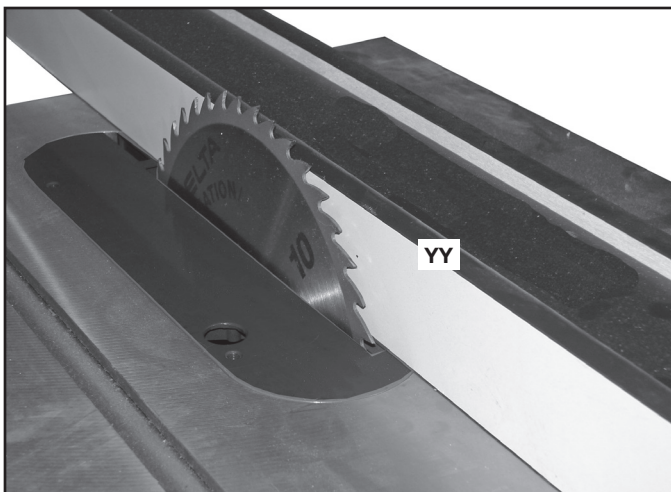

FIG. 26
1. Mueva la guía (YY), Fig. 26, hacia el lado derecho de la hoja de la sierra para que, cuando rote la hoja con la mano, sólo separe la guía cuando ésta esté bloqueada, como se muestra en la Fig. 26.